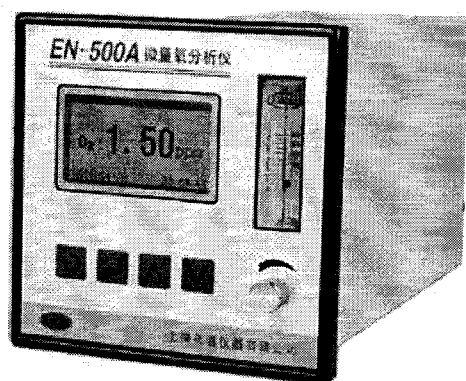

图 1 仪器外形图
3.1 仪器为盘装式，外形见图 1，开孔尺寸为 138 $\times$ 138mm。电气接线见图 2。